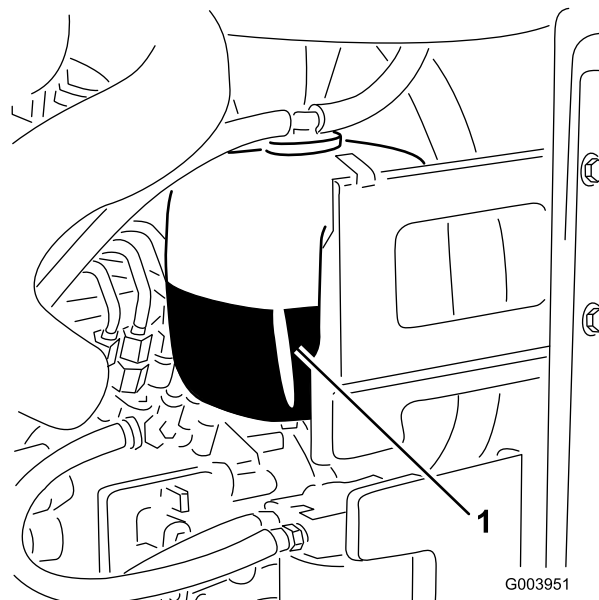

Figura 31
1. Compruebe el nivel de refrigerante en el depósito de expansión (Figura 31).